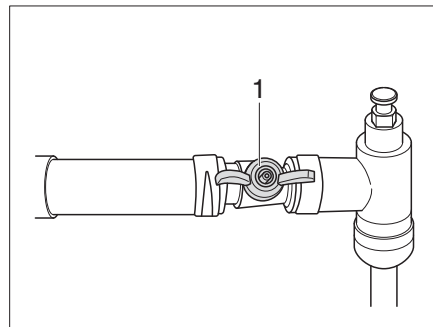

Bild 249 Absperrhahn Alde, geöffnet
- Absperrhahn (Bild 249,1) quer zur Rohrleitung stellen.
- Absperrhahn (Bild 249,1) parallel zur Rohrleitung stellen.